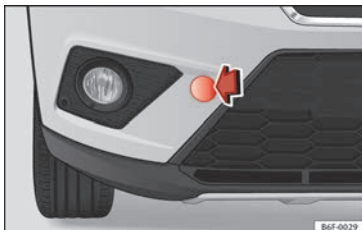

Abb. 105 Vorderer Stoßfänger, rechte Seite: Abdeckung abziehen.
- Drücken Sie die Abdeckung zum Herauslösen im rechten Bereich bis diese herausclipst » **Abb. 105**.